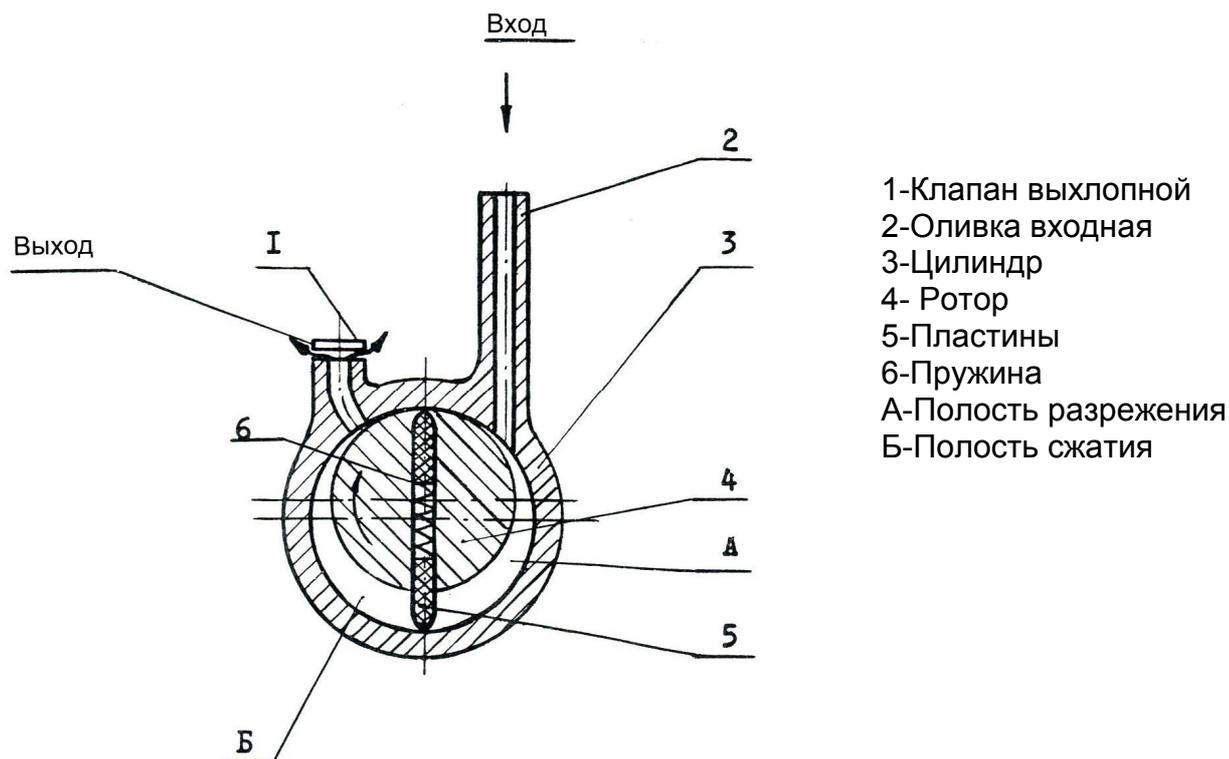

Рис.1.Схема насоса АВПР
1.1. Процесс откачки в пластинчато-роторных насосах основан на механическом всасывании и выталкивании газа вследствие периодического изменения объема рабочей камеры, образуемой цилиндром и движущимися частями насоса – ротором и пластинами. В цилиндре 3 (Рис.1) вращается в направлении, указанном стрелкой, эксцентрично установленный ротор 4. В прорези ротора помещены пластины 5, которые пружинами 6 прижимаются к поверхности цилиндра 3.